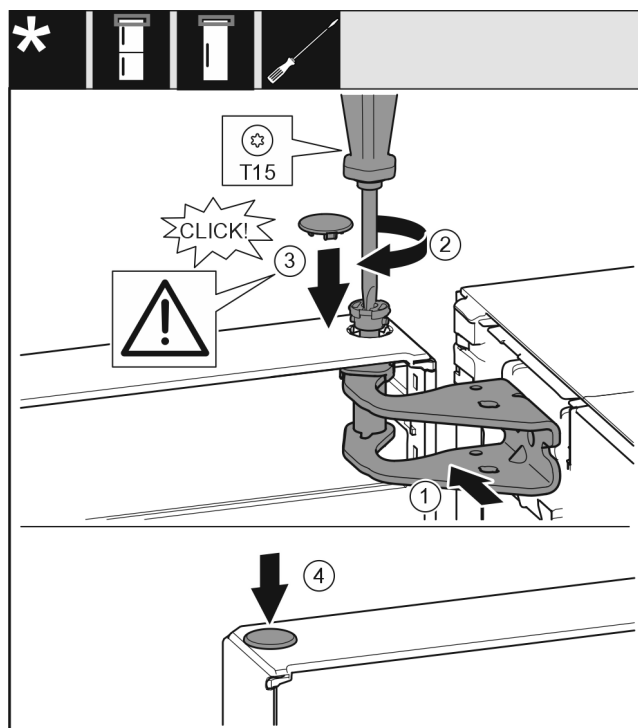

Fig. 19
- ▶ Allineare la porta in alto all'apertura nel blocco di supporto. Fig. 19 (1)
- ▶ Inserire i perni e serrare con il cacciavite T15. Fig. 19 (2)
- ▶ Montare la copertura di protezione della porta: inserire la copertura di protezione e controllare se appoggia sulla porta. Altrimenti inserire completamente il perno. Fig. 19 (3)
- ▶ Inserire i tappi. Fig. 19 (4)